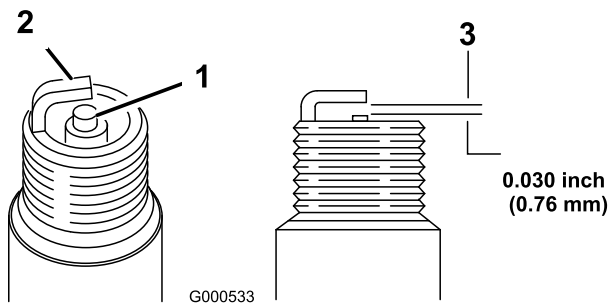

Figura 54
1. Mire la parte central de las bujías (Figura 54).
2. Compruebe la separación entre los electrodos central y lateral (Figura 54) y doble el electrodo lateral si la separación no es correcta.